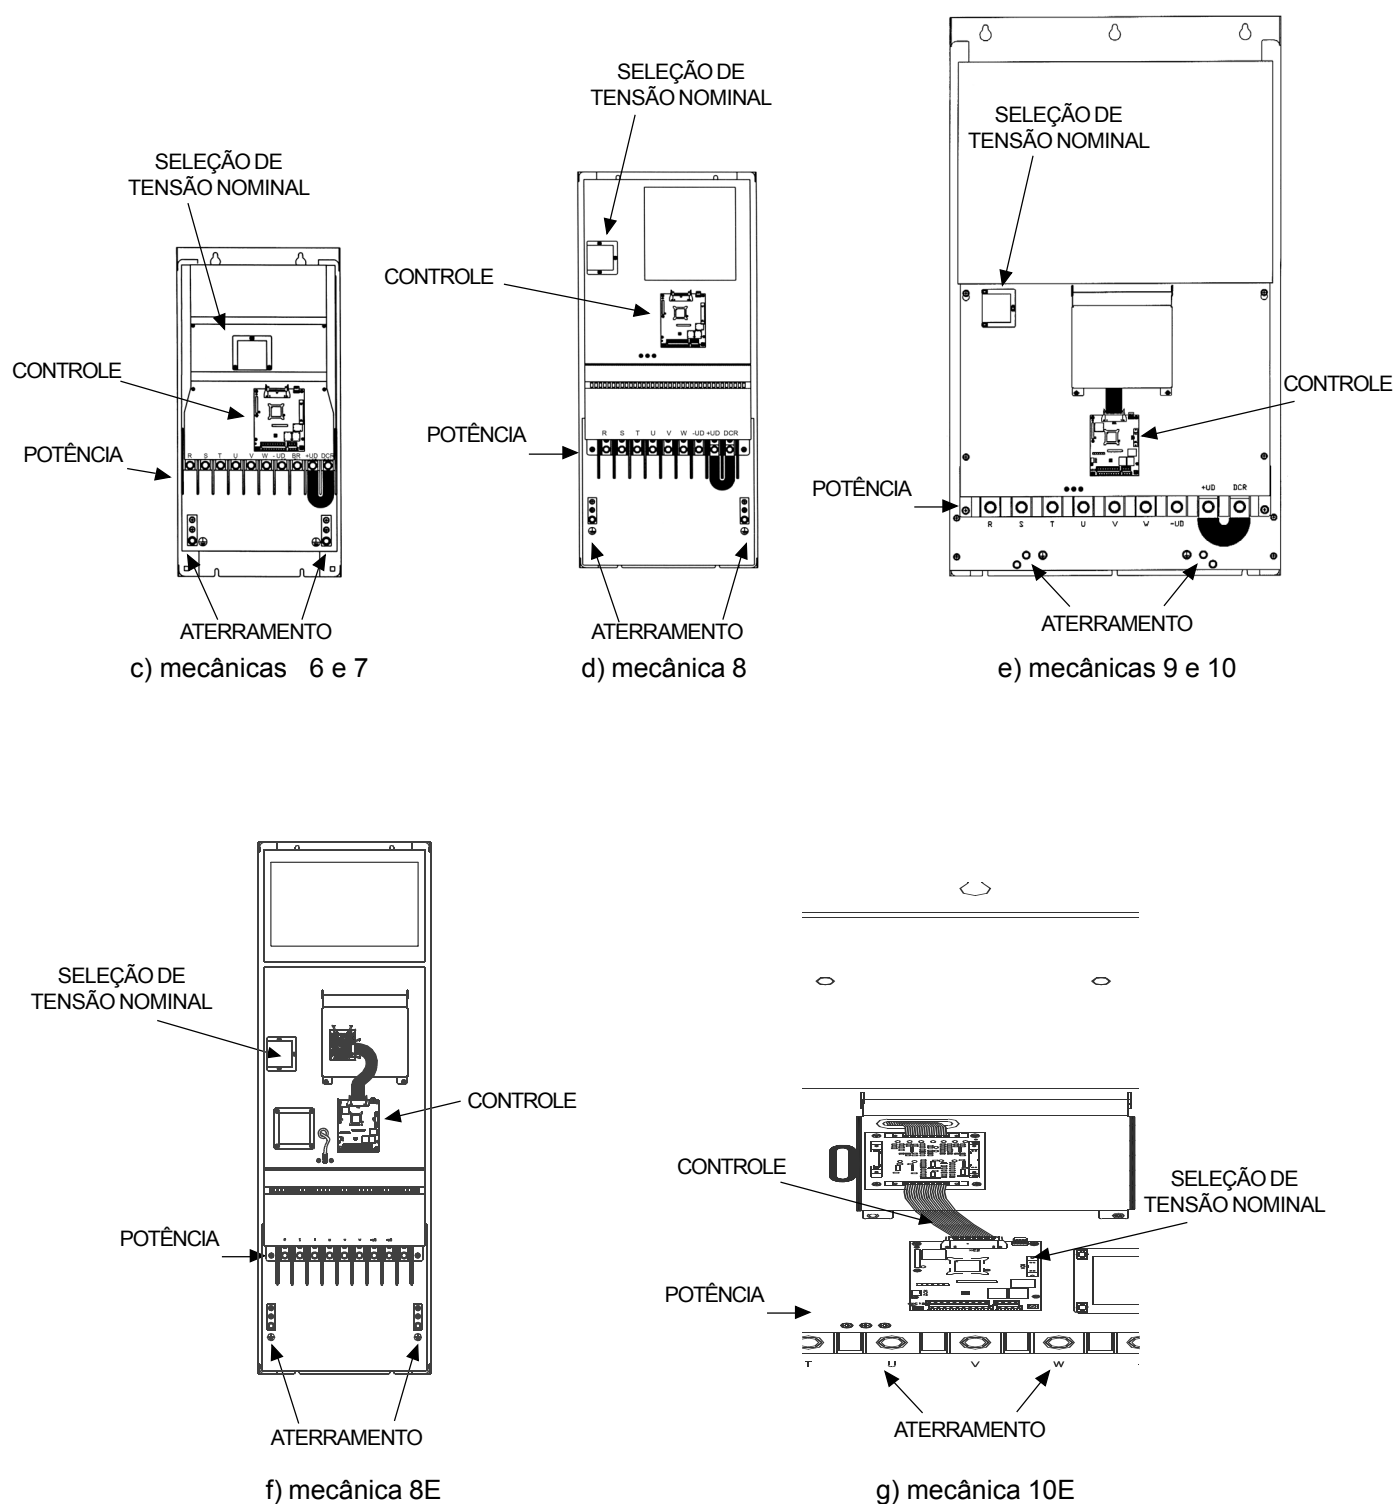

Figura 3.10 - Localização das Conexões de Potência/Aterramento/ Controle e Seleção de Tensão Nominal
As conexões de sinal (entradas/saídas analógicas) e controle (entradas/saídas digitais, saídas a relé) são feitas nos seguintes conectores do Cartão Eletrônico de Controle CC9 (ver posicionamento na Figura 3.10, item 3.2.3).